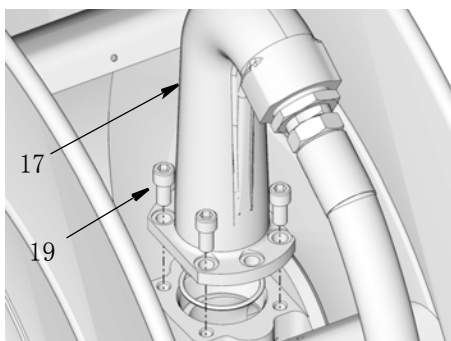

FIG. 34
2. 从卷盘上拆下螺栓 (19) 和出口 (17) (FIG. 34)。